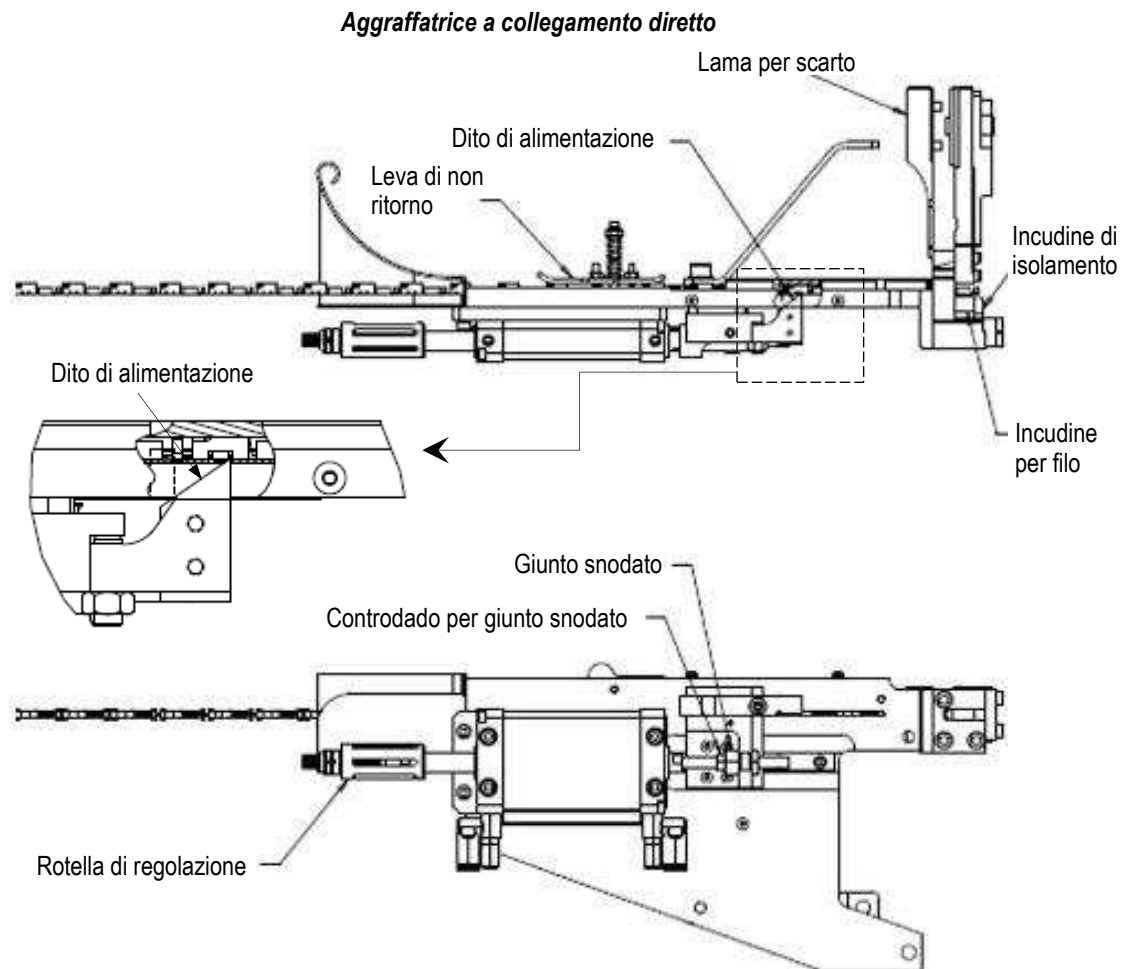

Figura 21
3. Spingere la striscia terminali in avanti per assicurarsi che i terminali "scattino" sul dito di alimentazione, quindi tirare la striscia terminali per assicurarsi che il dito di alimentazione sia inserito saldamente sulla stessa (vedere Figura 21).